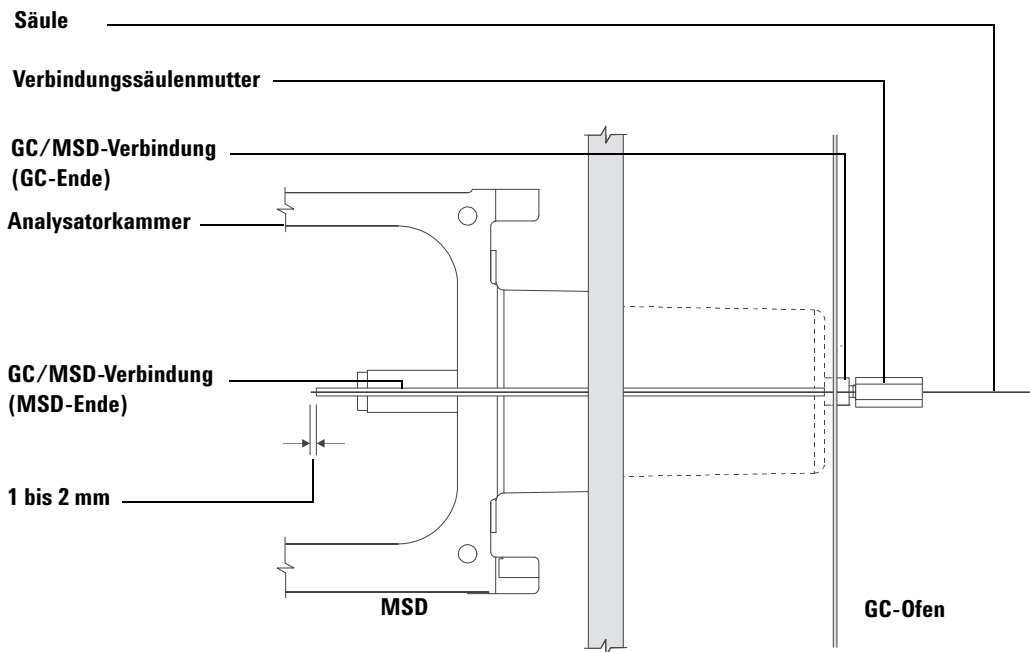

Abb. 9 Installieren einer Kapillarsäule in der GC/MSD-Verbindung
- 5** Schieben Sie die Säule in die GC/MSD-Verbindung (Abb. 9), bis Sie diese über die Analysatorkammer herausziehen können.